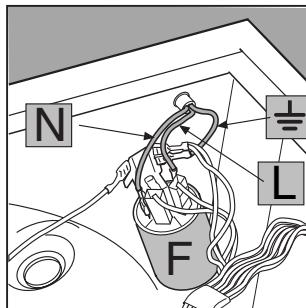

Fig. 4
3. Collega i cavetti dal filtro antidisturbo **F** [fig. 4] facendo attenzione alla loro posizione (cavetto **Blu=N**; cavetto **Marrone=L**) lasciando per ultimo il cavo di terra $\frac{1}{2}$.